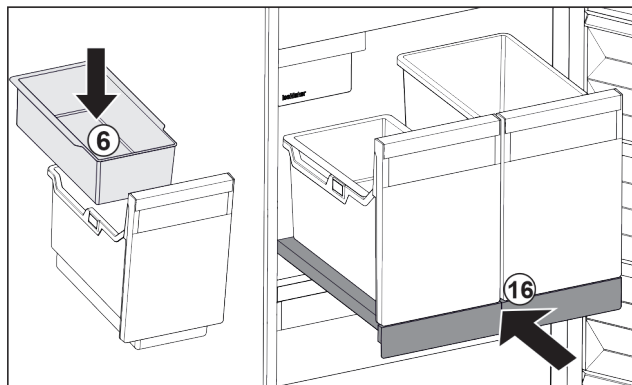

Fig. 29
- ▶ Vsaďte závěsnou misku Fig. 29 (6) pro kostky ledu.
- ▶ Zasuňte vysouvací přihrádku s nádobou (IceTower). Fig. 29 (16)